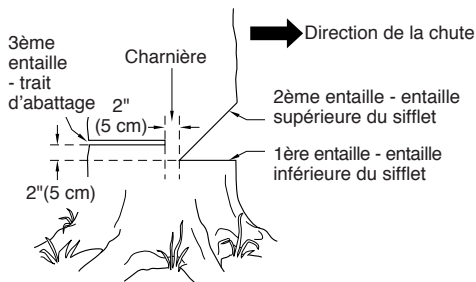

Figure 8 - Abattage d'un arbre
Un sifflet d'abattage correctement placé permet de déterminer la direction de la chute de l'arbre. Placer le sifflet d'abattage du côté de l'arbre où l'on veut qu'il tombe. (Voir la Figure 8.) Procéder de la façon suivante pour faire le sifflet.
1. Faire l'entaille inférieure aussi près du sol que possible. Tenir la tronçonneuse de manière à ce que la guide-chaîne soit horizontale. Tailler sur 1/3 du diamètre du tronc d'arbre. (Voir la Figure 8.)
Exemple : Si l'entaille inférieure a 20 cm (8 po) de profondeur, commencer l'entaille supérieure à 20 cm au-dessus de cette dernière. Scier vers le bas à un angle de 45°. L'entaille supérieure doit rencontrer l'extrémité de l'entaille inférieure. (Voir la Figure 8)
1. De l'autre côté de l'arbre, faire le trait d'abattage à 5 cm (2 po) au-dessus de l'entaille inférieure du sifflet. (Voir la Figure 8). Faire le trait parallèle à l'entaille inférieure.
⚠ AVERTISSEMENT : Ne pas scier l'arbre complètement. Laisser environ 5 cm (2 po) de bois non scié directement derrière le sifflet d'abattage. (Voir la Figure 8) Cette partie non sciée sert de charnière. La charnière empêche l'arbre de se tordre et de tomber dans la mauvaise direction.